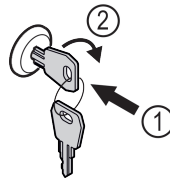

Fig. 194
- Vajutage võti sisse. Fig. 194 (1)
- Keerake võtit 90° päripäeva. Fig. 194 (2)